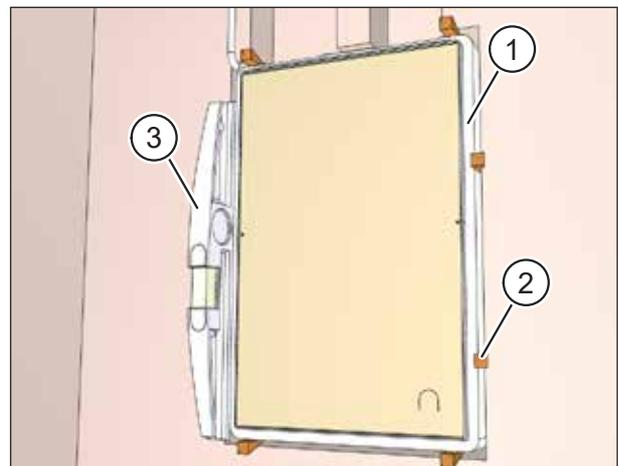

Abb. 24: Mauerkasten fixieren
- ▶ Fixieren Sie den Mauerkasten (Pos. 1 in Abb. 24) an der Innen- und Außenseite mit Keilen bzw. Luftkissen (Pos. 2 in Abb. 24) im Mauerdurchbruch.
- ▶ Richten Sie mit Hilfe der Wasserwaage (Pos. 3 in Abb. 24) den Mauerkasten lotrecht und bündig zur Wand aus.